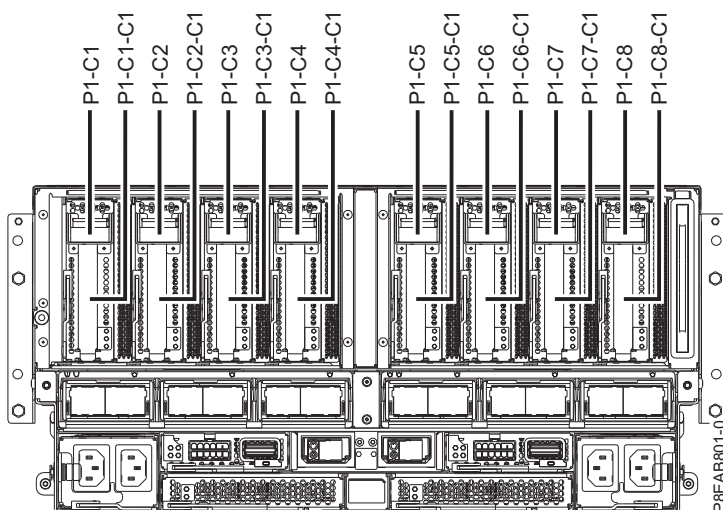

Figure 1. Emplacements de carte PCIe disponibles sur le système
1. Déterminez l'emplacement dans lequel vous souhaitez installer un carte PCIe. Les emplacements de carte PCIe sont situés à l'arrière d'un système. figure 1, à la page 2 illustre les codes d'emplacement de carte PCIe.